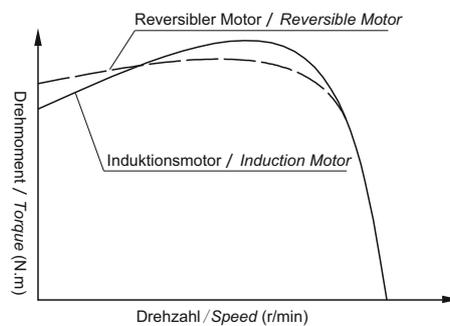

Bild 2 / Fig.2
- Der reversierbare Motor wird wie der Induktionsmotor vom Kondensator gestartet und hat die gleiche Drehmomentcharakteristik wie der Induktionsmotor. Der reversible Motor ist jedoch mit einem höheren Startdrehmoment ausgelegt, um die momentanen Umkehrmerkmale zu erhöhen. Bitte überprüfen Sie Bild 2. Davon betroffen steigt der Eingangsverlust und der Temperaturanstieg ist höher als der des Induktionsmotors, daher beträgt das Zeitkontingent 30 Minuten.**
The reversible motor, like induction motor, is started by the capacitor and has a same torque characteristic with the induction motor. But the reversible Motor is designed with a higher starting torque to increase the instant reversal features. Pls check Fig. 2.